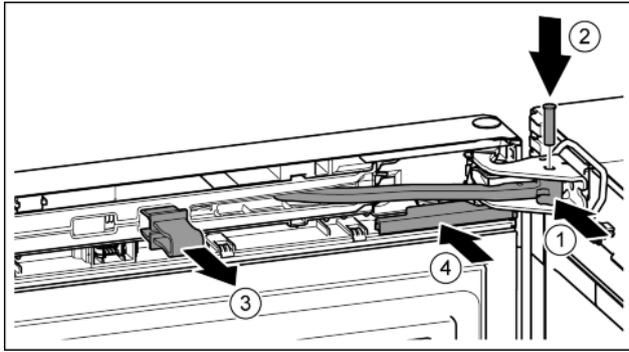

Fig. 45
- ▶ Ruotare lo snodo nel blocco di supporto. Fig. 45 (1)
- ▶ Inserire il perno nel blocco di supporto e nello snodo. Prestare attenzione che l'arresto sia correttamente in sede nella scanalatura. Fig. 45 (2)
- ▶ Togliere la protezione. Fig. 45 (3)
- ▶ Inserire spingendo la copertura. Fig. 45 (4)